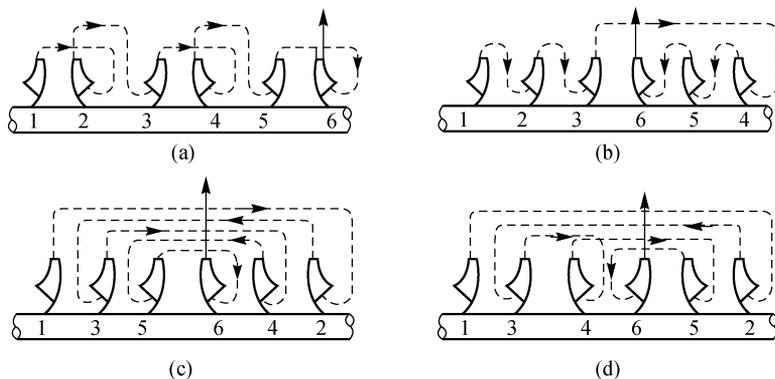

图 1-13 叶轮对称布置
①叶轮对称布置。将离心泵的每两个叶轮以相反方向对称地安装在同一泵轴上,使每两个叶轮所产生的轴向力互相抵消,如图 1-13 所示。这种方案流道复杂,造价较高。当级数较多时,由于各级泄漏情况不同和各级叶轮轮毂直径不相同,因而轴向力也不能完全平衡,往往还需采用辅助平衡装置。